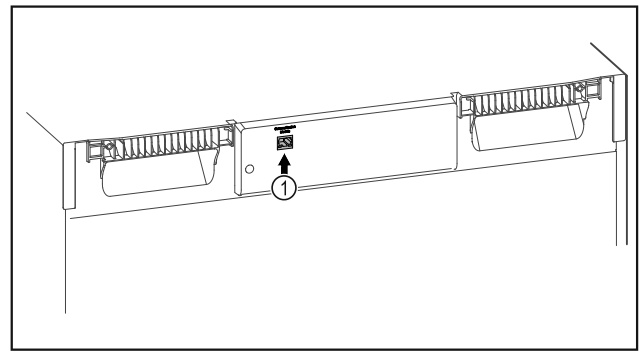

Fig. 103
- SmartModule Fig. 103 (1) er installert.